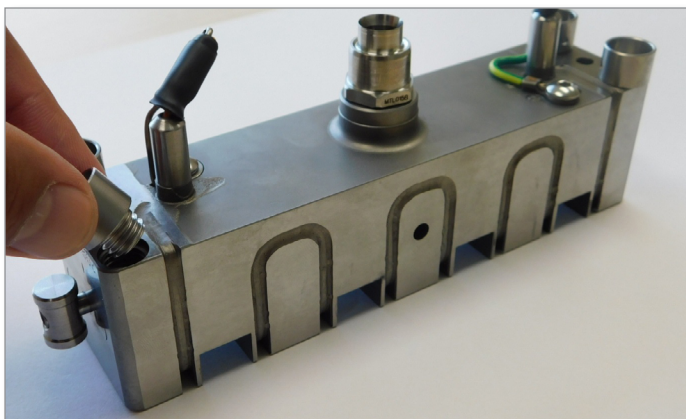

Abbildung 5-95 Buchsen montieren
3. Montieren Sie die vier Stützbuchsen an der Unterseite des Melt-Cube-Verteilers und ziehen Sie sie von Hand an. Siehe Abbildung 5-95.